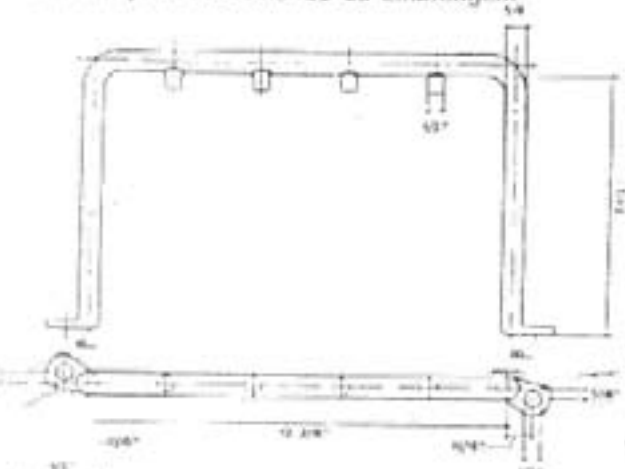

Fig. 3 — dispositivo para levantamento do motor
11. Retirar o fio primário da bobina de ignição. Remover a tampa das válvulas, os cabos das velas. Desligar o cabo terra do bloco do motor e instalar no cabeçote o dispositivo ilustrado na fig. 3 ou equivalente. Este dispositivo que é preso no motor por dois parafusos de fixação do cabeçote servirá para suspender o motor.
1. Instalar o dispositivo de levantamento do motor (fig. 3) e suspendê-lo do suporte de trabalho.